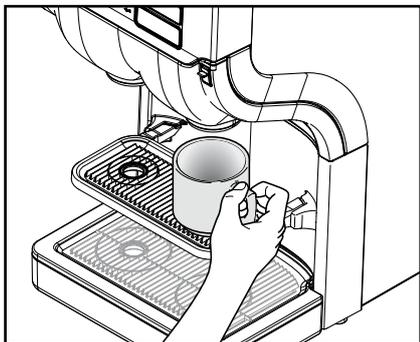

Fig. 10
- Placez votre tasse sur le porte-tasses (fig. 10).
1. Placez votre tasse sur le porte-tasses (fig. 10).